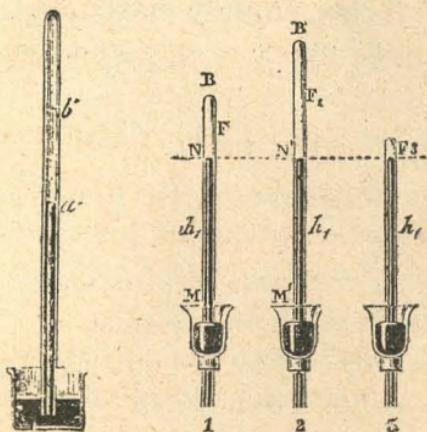

Fig. 92.—Máximo de tensión
**3. Máximo de tensión.**—La tensión del vapor no aumenta siempre; cuando el espacio vacío está *saturado*, el cuerpo no da más vapor y queda un exceso de líquido arriba del mercurio (fig. 92).